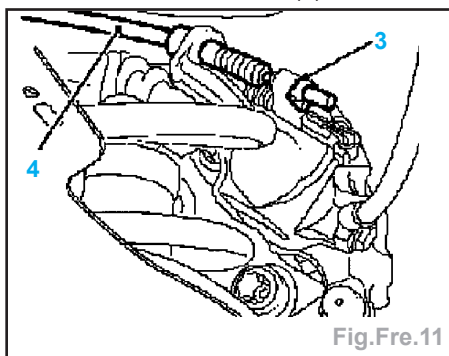

Fig.Fre.11
- Décrocher le câble de frein à main du levier de frein à main (Fig.Fre.11) :
- décrocher le câble (3),
- retirer le câble Bowden (4).